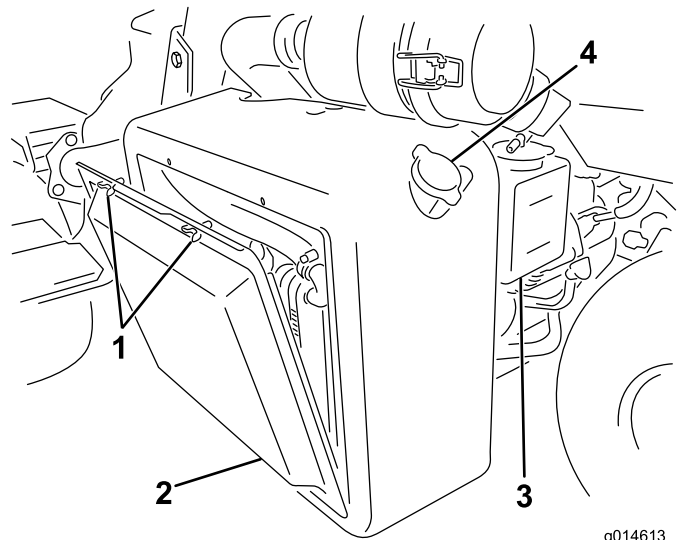
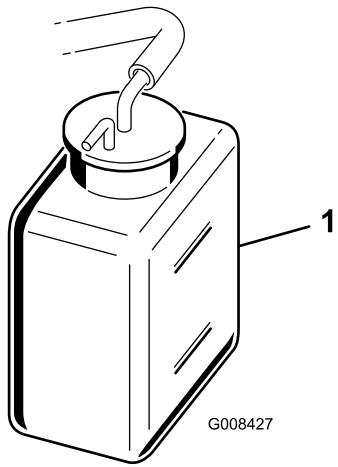

Bild 35
Bild 36
1. Entfernen Sie das Gitter (Bild 35).
2. Prüfen Sie den Kühlmittelstand (Bild 35 und Bild 36).